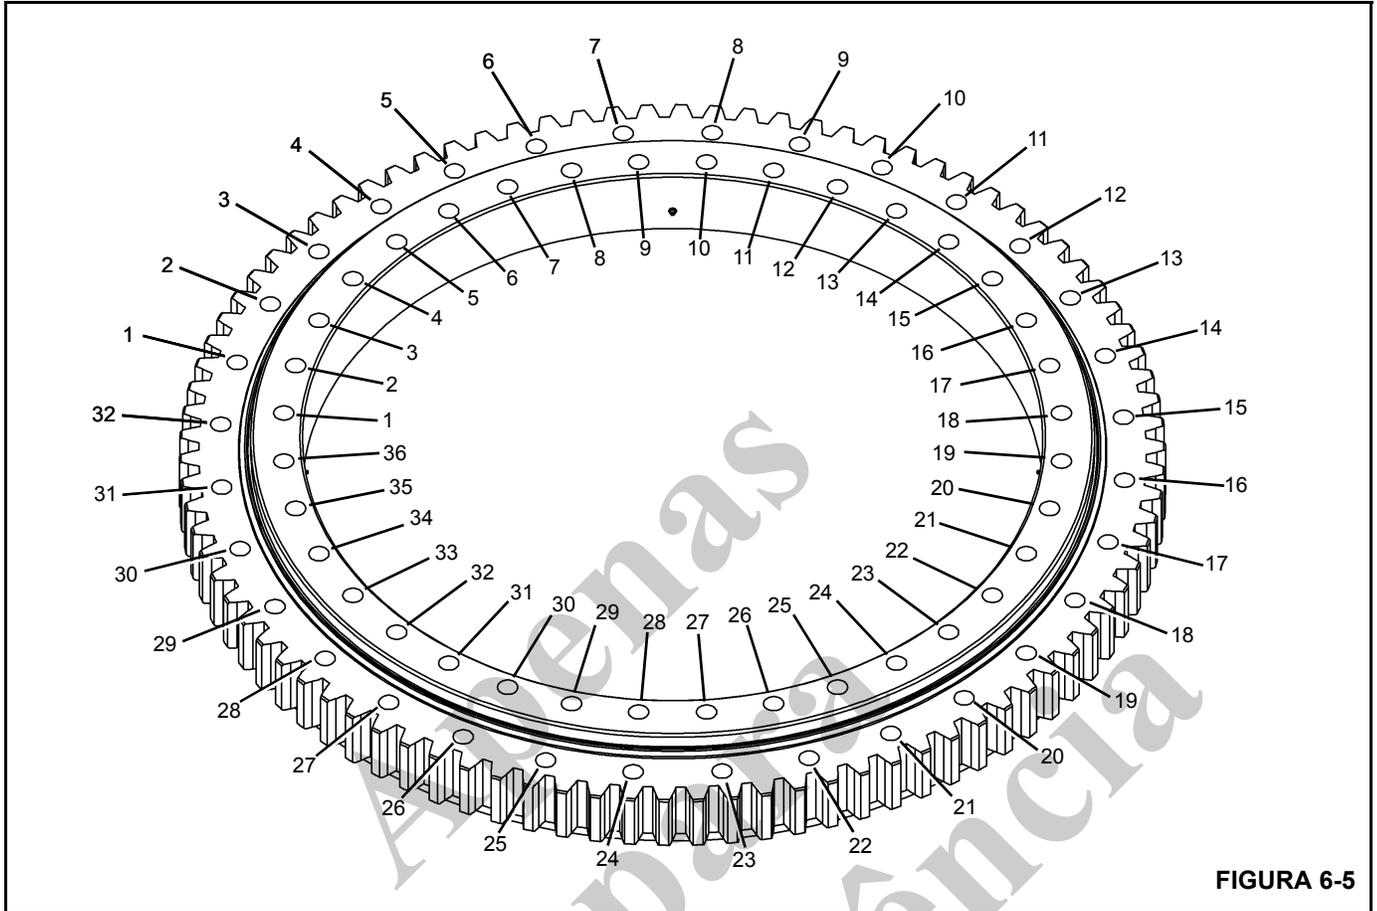

FIGURA 6-5
A pista interna do rolamento é fixada na torre por 36 parafusos de 7/8 pol., Grau 8 (Figura 6-5). A pista externa do rolamento é fixada na estrutura do transportador por 32 parafusos de 3/4 pol., Grau 8 (Figura 6-5).
2. Aperte os oito parafusos (Figura 6-5) com um torque de $637 \text{ Nm} \pm 27 \text{ Nm}$ ($470 \text{ lb-pé} \pm 20 \text{ lb-pé}$) usando o seguinte padrão de sequência: 1, 19, 10, 28, 6, 23, 15 e 33. As ferramentas usadas são o terminal, o multiplicador, o adaptador de folga, as extensões necessárias e o torquímetro.
Aperte os oito parafusos (Figura 6-5) com um torque de 637 Nm \pm 27 Nm (470 lb-pé \pm 20 lb-pé) usando o seguinte padrão de sequência: 1, 17, 9, 25, 4, 20, 12, e 28. As ferramentas usadas são o terminal, o multiplicador, o adaptador de folga, as extensões necessárias e o torquímetro.